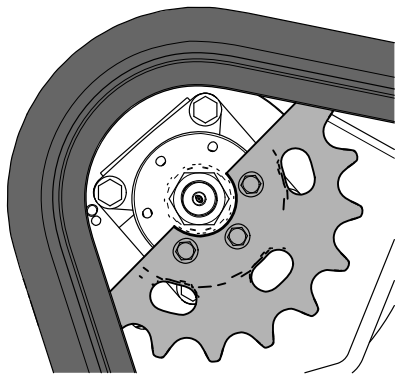

Figura 63
1. Parafuso (3)
11. Mova o controlo de tração para a frente até que a outra metade da roda motora não esteja engatada na lagarta (Figura 63).